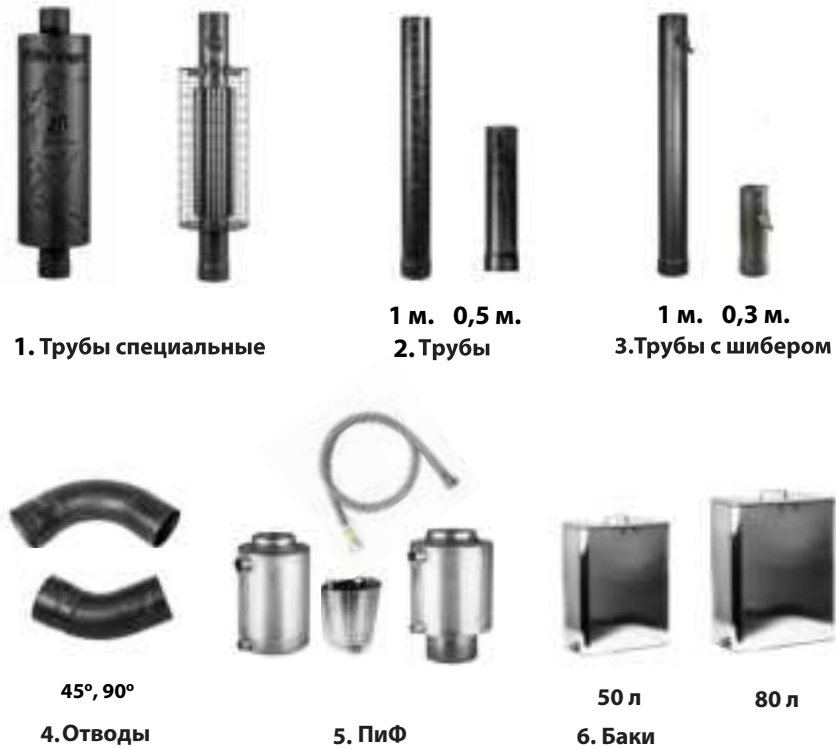

Рисунок 2.2. Комплектующие изделия
2.2. Комплектующие изделия показаны на рис. 2.2.